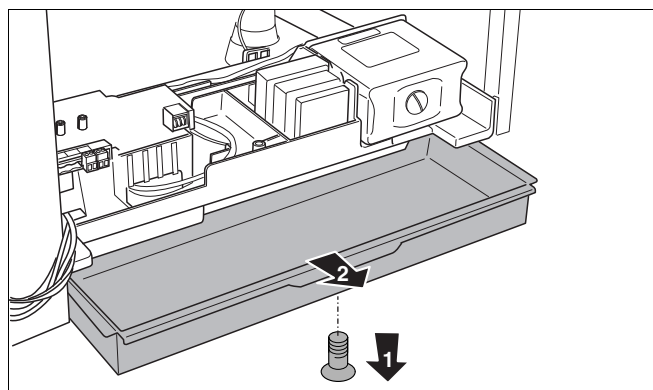

Рис. 44 Открывание выдвижного ящика
- Ослабить винт (рис. 44, шаг 1).
- Открыть выдвижной ящик (рис. 44, шаг 2).